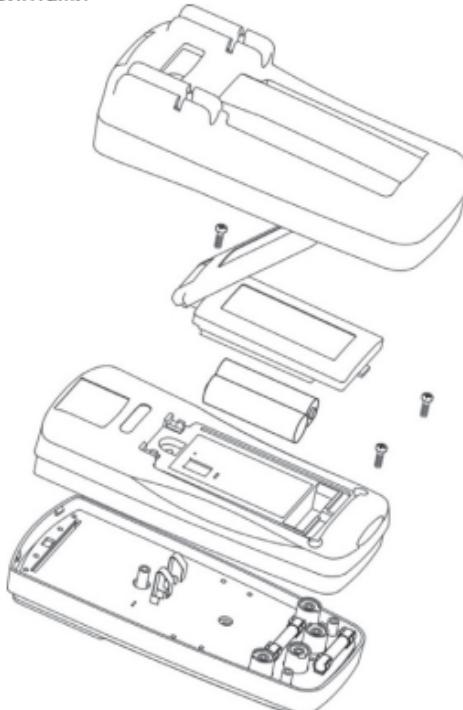

Рис. 12 Замена батарей и предохранителей
8. Замена батареи и предохранителей (см. рис. 12)